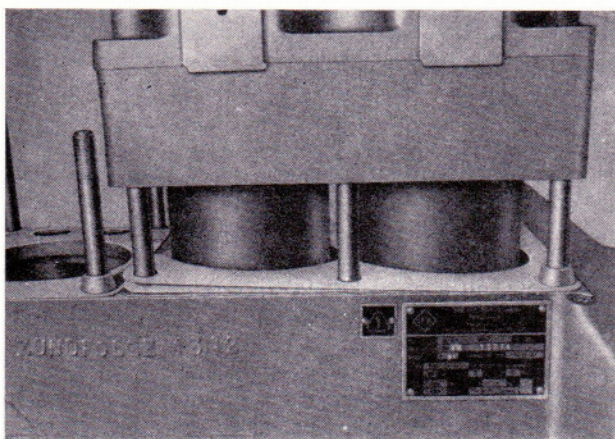

Bild 105
- Zylinderblockdichtungen auf das Kurbelgehäuse auflegen (Richtwert: 2 Stück!) und die Fixierbuchsen auf die Stiftschrauben aufsetzen (Bild 105).